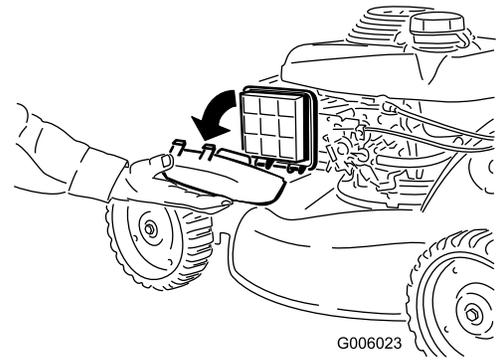

Figure 10
B. Déposez le couvercle du filtre à air pour avoir une meilleure vue de l'accélérateur sur le moteur (Figure 10).